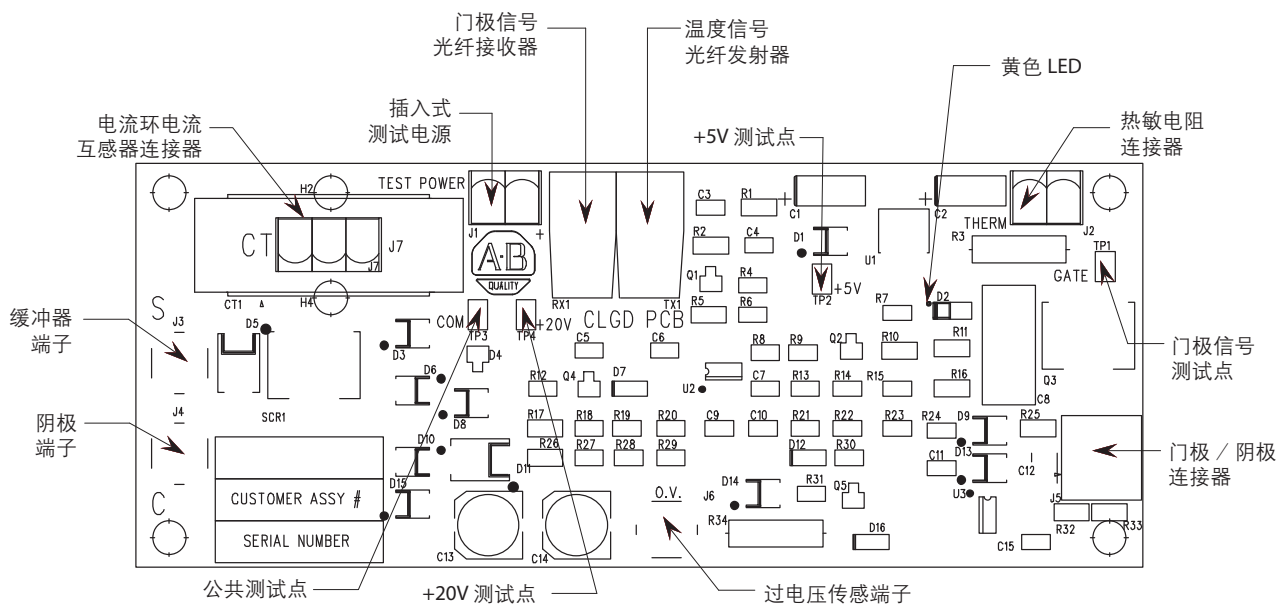

图 7.3 - 在门极驱动板上应用测试电源
4. 通过将直流表连接在 TP4(+) 和 TP3(-) 之间检查各个门极驱动板上的电压。（请参见图 7.3。）电压应为 18 - 22V DC。
7. 找到随设备提供的便携式测试电源，并检验其额定值是否对应于提供的电源系统（即，110/120 VAC 或 220/240 VAC）。插上设备的电源，并将绿色连接器插入每个门极驱动板的 J1 中（见图 7.3）。
12. 恢复设备作业之前，先断开接口板上的开关“SW2”（见图 7.3）。确保红色 LED 灯不亮。